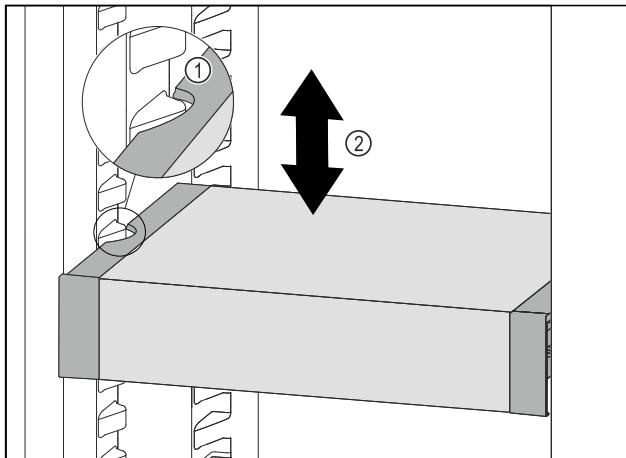

Fig. 97
- ▶ Изтеглете VarioSafe напред, докато страничните прорези на VarioSafe се намират на височината на реброто на съда в хладилната част. Fig. 97 (1)
- ▶ Преместете VarioSafe нагоре или надолу в хладилната част, докато се достигне желаната височина. Fig. 97 (2)